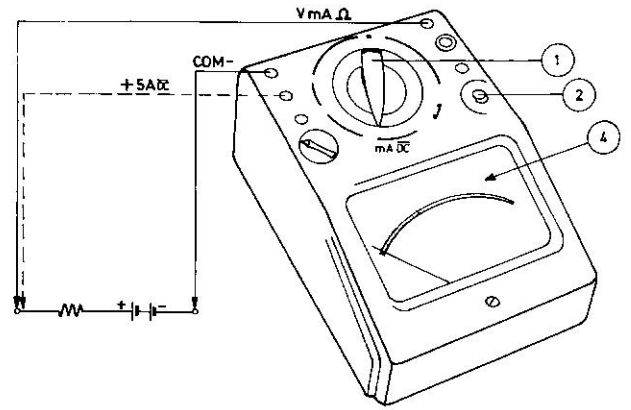

FIG:4
- Agir sur le Commutateur principal (1) pour afficher le calibre désiré.
- Respecter la polarité indiquée sur la figure 4 en branchant les cordons de mesure :
- Effectuer le branchement entre les douilles COM — et + 5-A comme indiqué en pointillé Fig. 4.